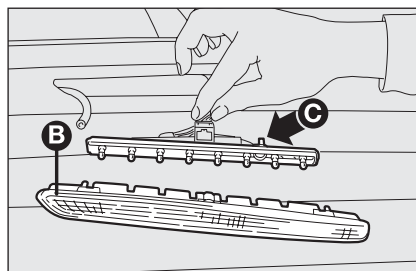

fig. 33
- ☐ estrarre il gruppo trasparente **B-fig. 33** e scollegare il connettore elettrico;
- ☐ agendo in modo contrapposto sulle alette **C-fig. 33** estrarre il portalam-pade;